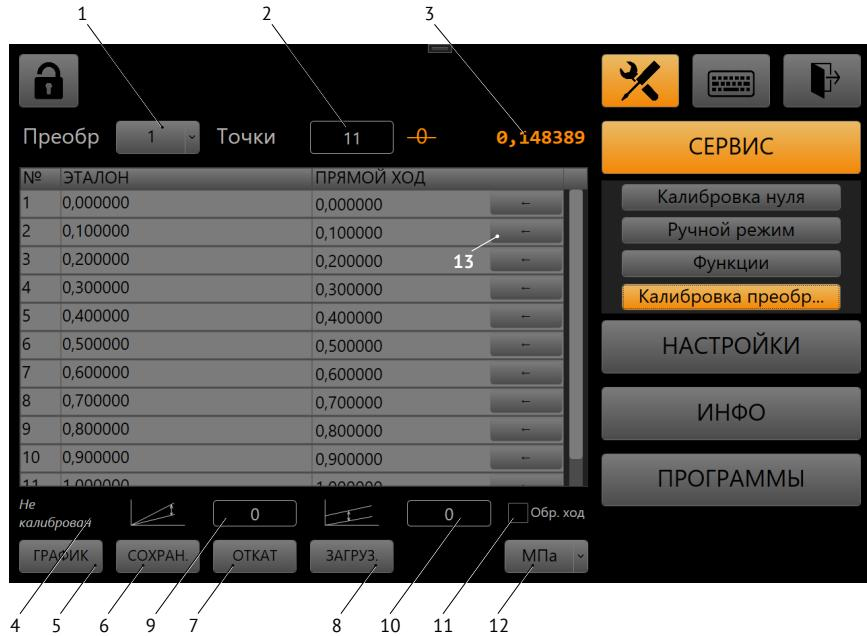

Рис. 12. Калибровка датчиков
7.8.2 Калибровка датчиков требуется после установки в калибратор новых преобразователей (датчиков) давления либо для повышения точности измерения установленных. Для этого **Сервис → Калибровка датчиков** (Рис. 12). Перед процедурой калибровки датчиков требуется выполнить калибровку нуля (7.8.1.1).